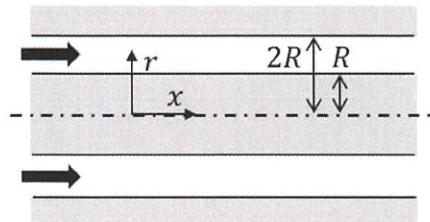

図 2
- (2) 図 2 のように、半径 $2R$ の外筒及び半径 R の内筒で構成される同心二重円管の間隙に密度 ρ 、粘性係数 μ の非圧縮性ニュートン流体が定常、流れ方向に対して圧力こう配が一定、かつ完全発達した軸対称の層流状態で流れている。なお外筒及び内筒は静止している。また重力の影響を無視すると、半径方向 r 、軸方向 x の円筒座標系における定常、非圧縮性のニュートン流体の流れ方向のナヴィエ・ストークス方程式は、 x 方向の流速 u 、圧力 p を用いて以下のように簡略化することができる。